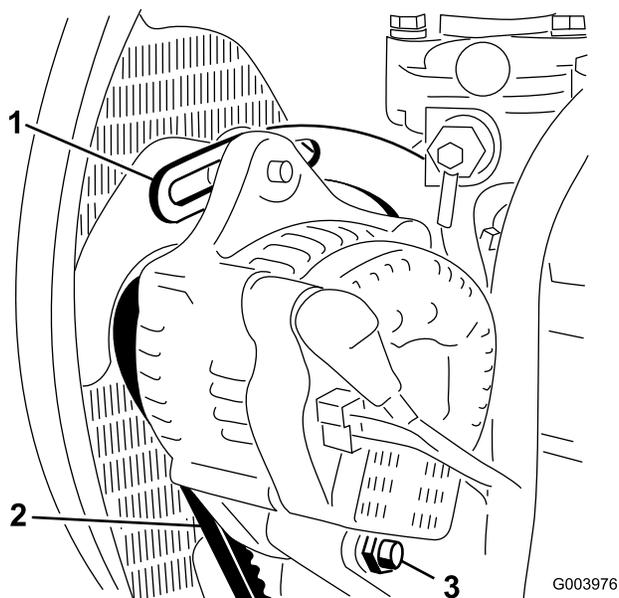

Figura 76
2. Controllate la tensione della cinghia dell'alternatore premendola (Figura 76) al centro tra l'alternatore e le pulegge dell'albero a gomito con una forza di 10 kg.
3. Allentate il bullone che fissa il supporto al motore (Figura 76), il bullone che fissa l'alternatore al supporto ed il bullone di rotazione.